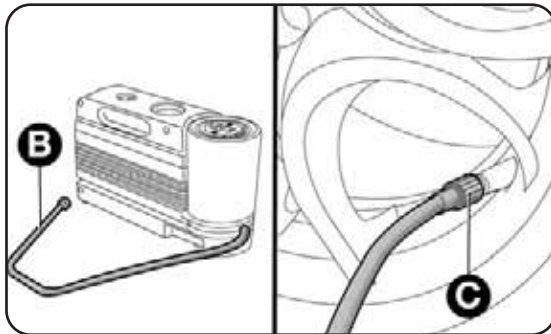

fig. 16
- serrer le frein à main, dévisser le bouchon de la valve du pneu, extraire le tube flexible de colmatage B-fig. 16 et visser la bague C sur la valve du pneu;